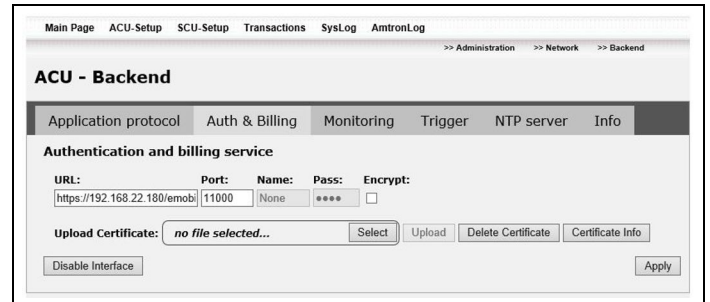

Fig. 6 : désactivation de l'interface d'autorisation (Auth & Billing)
2. Le cas échéant, désactivez l'interface en vue de l'autorisation en cliquant sur le bouton « Disable Interface » (voir Fig. 6).